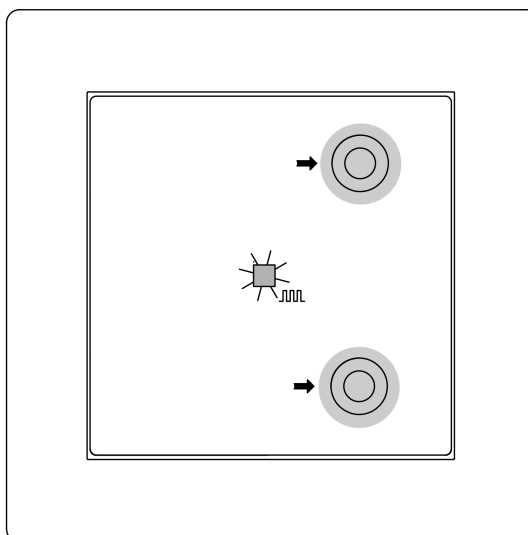
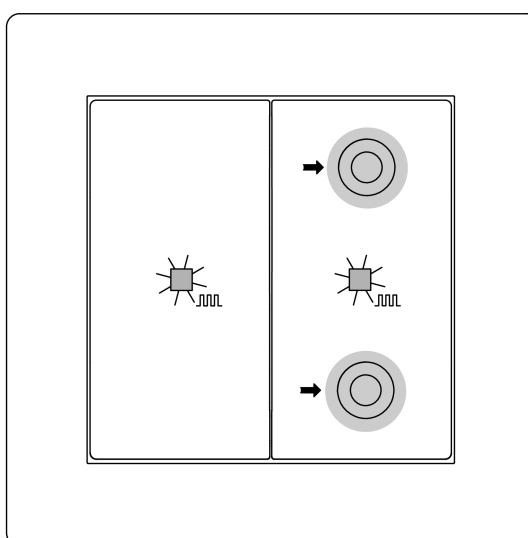

рисунок 5: Активация режима программирования (одинарная клавиша)
рисунок 6: Активация режима программирования (двойная клавиша)
Программирование физического адреса и прикладной программы, одинарная клавиша (см. рисунок 5) и двойная клавиша (см. рисунок 6)
- Активируйте режим программирования: одновременно нажмите верхнюю правую и нижнюю правую кнопки и удерживайте их нажатыми более 4 секунд (см. рисунок 5).